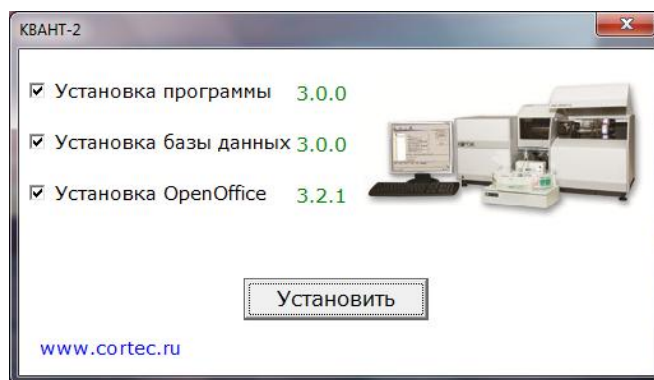

Рис. 4 Окно установки программы
2.3.2 Если привод CD настроен на «Автозапуск» на рабочем столе «Windows» появится окно рис. 4, иначе через проводник запустить с компакт диска файл install.exe.